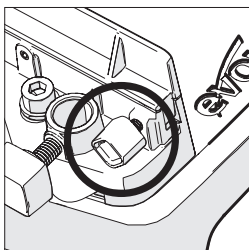

Fig. 5
- Desserrez la vis. (**Fig. 5**).